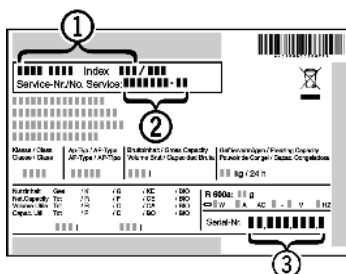

Fig. 13
- ▶ A készülék megnevezését *Fig. 13 (1)*, a szerviz- *Fig. 13 (2)* és sorozatszámot *Fig. 13 (3)* a típustábláról olvassa le. A típustábla a készülék belsejében baloldalon található.
- ▶ Értse a vevőszolgálatot a hibáról, és adja meg nekik a készülék megnevezését *Fig. 13 (1)*, a szerviz- *Fig. 13 (2)* és a sorozatszámot *Fig. 13 (3)*.